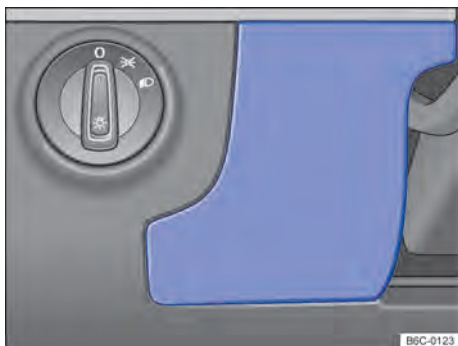

Fig. 172 No lado do condutor do painel de instrumentos: cobertura da caixa de fusíveis.
- Segurar a cobertura da caixa de fusíveis → Fig. 172 e puxar para frente.